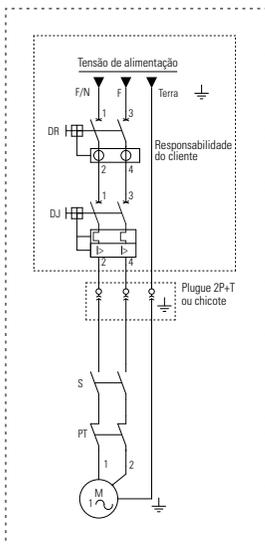

FIGURA 8.2- ESQUEMA DE CONEXÃO ELÉTRICA MONOFÁSICA PARA PRODUTOS COM PROTETOR TÉRMICO.
- Os cabos de alimentação devem ser dimensionados de acordo com a potência do motor, tensão da rede e distância da fonte de energia elétrica. Veja as orientações da Tabela 8.1. E o motor deve ser conectado à tensão (V) conforme indicado na etiqueta do motor elétrico ou no cabo elétrico.
- Para proteção e garantia do motor elétrico é necessário seguir a orientação da Figura 8.2. A não observância poderá causar a queima do motor e a perda de sua Garantia.
- Para proteção do motor, devem ser seguidas as orientações da Figura 8.2 .
Legenda (Figura 8.2)